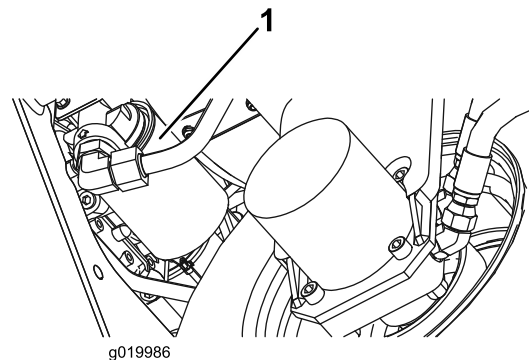

Figura 62
2. Limpie la zona de montaje del filtro. Coloque un recipiente debajo del filtro (Figura 62) y retire el filtro.